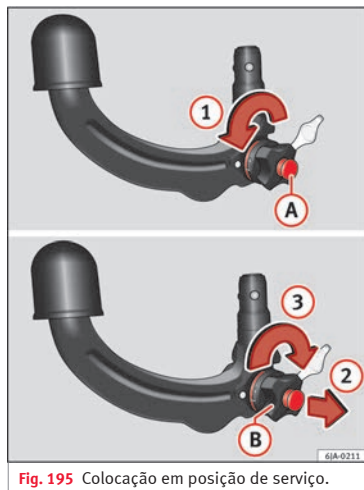

Fig. 195 Colocação em posição de serviço.
- Rode a chave (A) no sentido da seta 1 até ao limite » Fig. 195.
- Com a mão direita retire a roda manual (B) para fora no sentido da seta 2 e rode-a no sentido da seta 3 até ao limite.